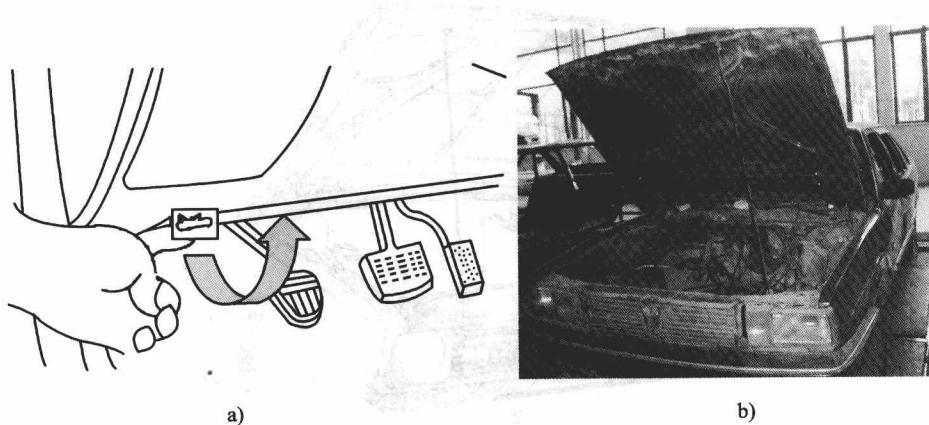

图 1—1—10 发动机罩的拆卸
(2) 将发动机罩与发动机罩铰链的固定螺栓拆除 (见图 1—1—11)，一人用手扶住发动机罩另一侧，螺栓拆除后应用手托着发动机罩四角，谨防发动机罩滑落，刮伤车身漆面。